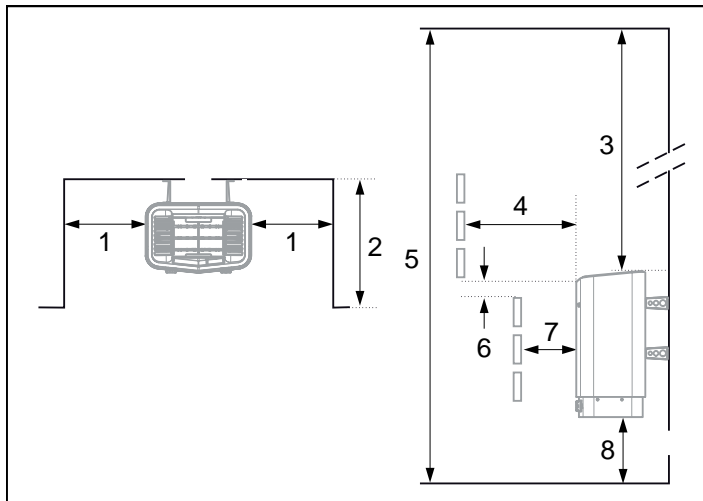

Rysunek 2: Umieszczenie pieca do sauny – montaż standardowy
- W bezpiecznej odległości od podłogi, ścian bocznych i elementów wyposażenia (patrz Rysunek 2, Strona 21).